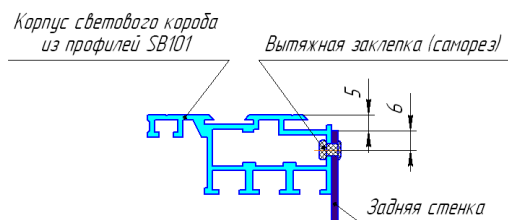

Рис.8. Установка задней стенки.
4) Задняя стенка фиксируется к торцевой стенке корпуса светового короба при помощи клепок или саморезов (рис.8).